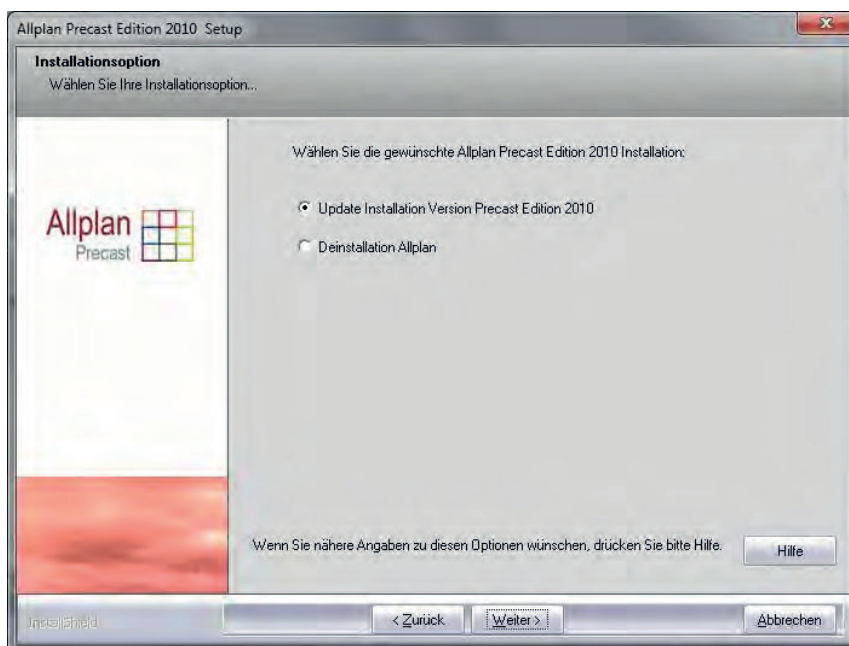

Abb. 1: Installationsoption
6. Bei der Installationsoption wählen Sie **Update Installation Version Precast Edition 2010** (s. Abb. 1), klicken Sie auf **Weiter**.